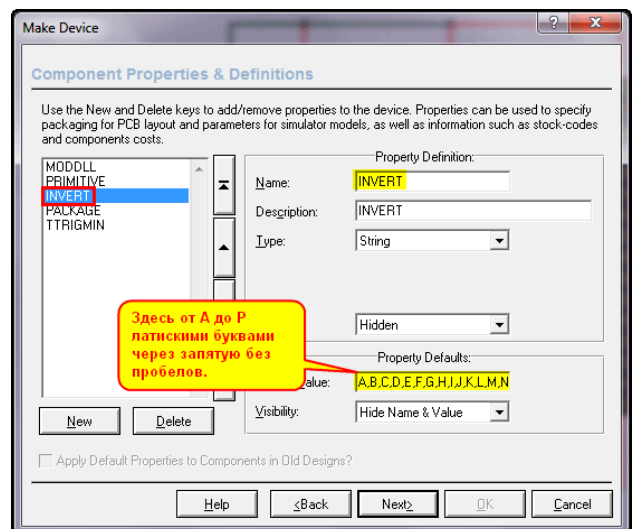

Рис. 94
- INVERT** – В стандартных нет, добавляется через **Blank Item**. В графе **Description** умолчание или по своему усмотрению, первый **Type** – **String**, второй **Type** – **Hidden** (но тем, кто активно работает, с матрицами рекомендую поставить **Normal**, чтобы оперативно менять полярность выводов), **Default Value** – **A,B,C,D,E,F,G,H,I,J,K,L,M,N,O,P** – все через запятую без пробелов (Рис. 94);